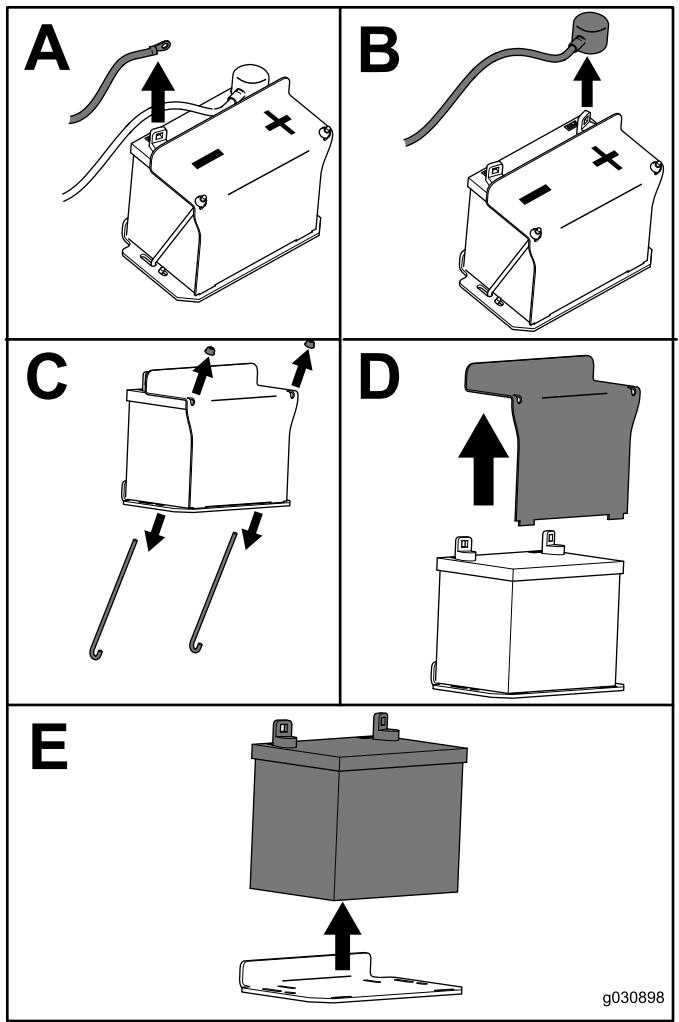

Bild 25
3. Nehmen Sie die Batterie heraus, wie in Bild 25 abgebildet.